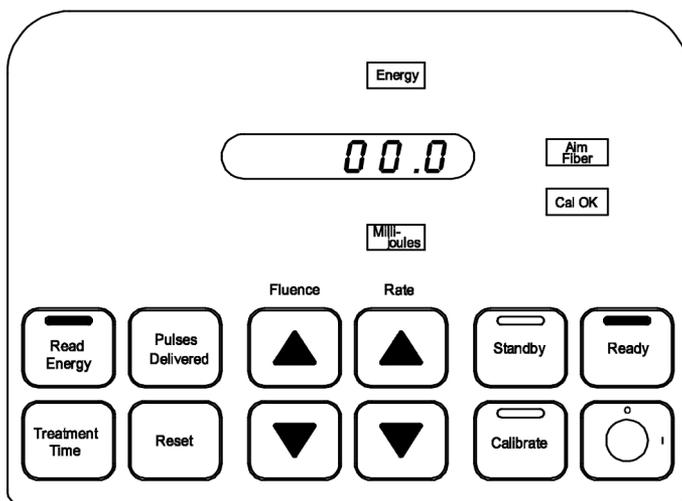

Figura 13
11. La pressione del pulsante **Lettura energia** consente di visualizzare nella finestra del display il valore dell'energia prodotta dalla fibra. Per leggere il valore dell'energia emessa dalla fibra, puntare la fibra verso il rilevatore di calibrazione, quindi premere l'interruttore a pedale. (Figura 13)